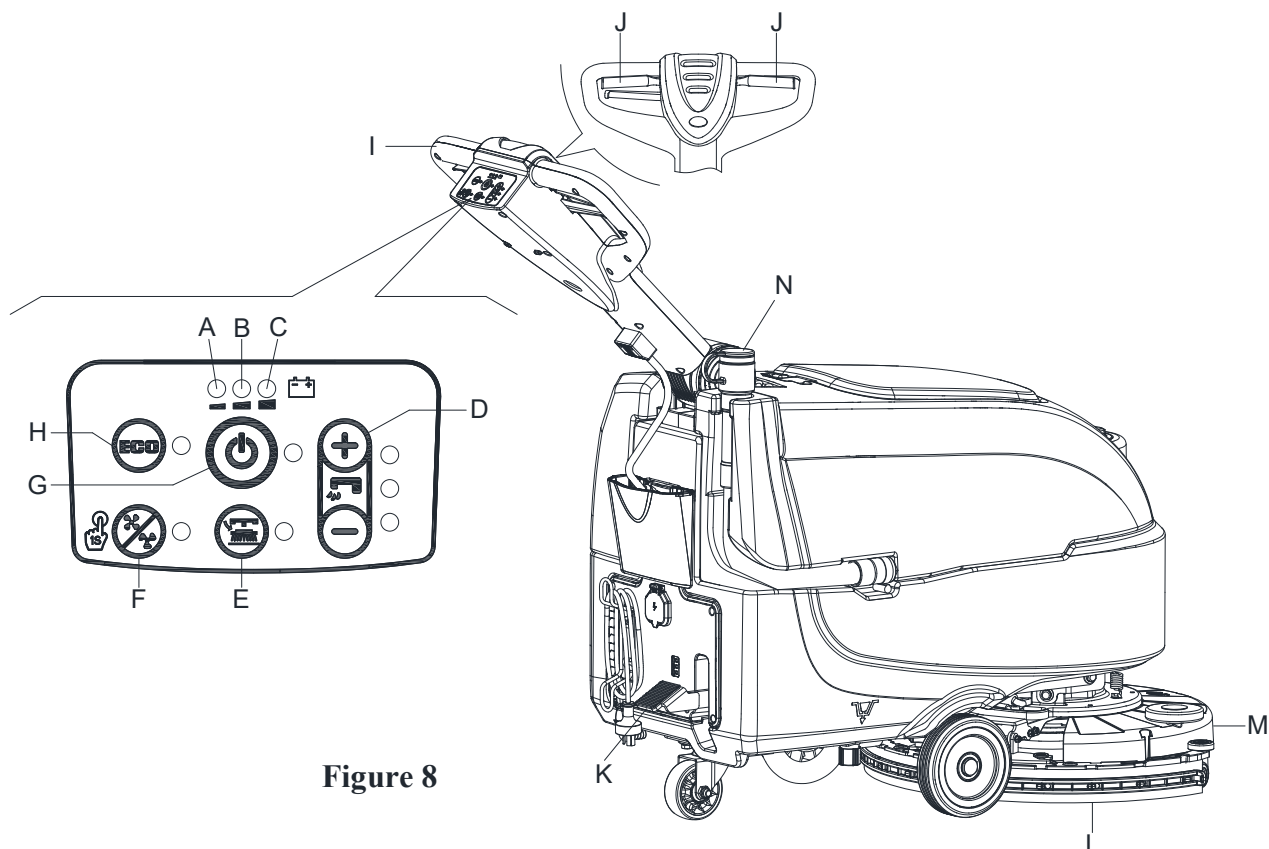
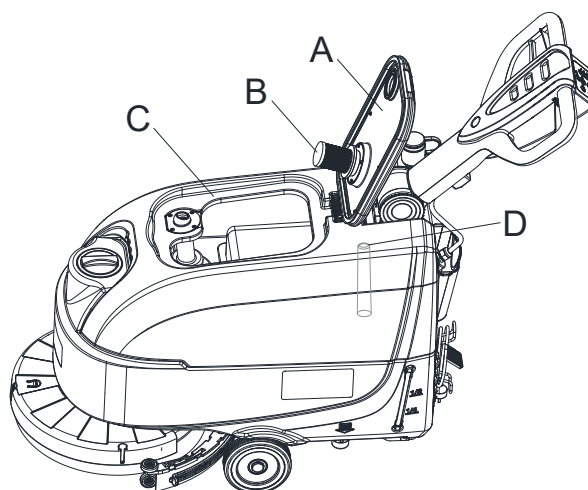

Figure 8
Figure 10
2. Poussez la machine jusqu'à la zone à nettoyer en laissant les mains sur le guidon (I, Figure 8).
3. Abaissez la tête de lavage (M, Figure 8) et la raclette (L) en soulevant la pédale (K).
4. Appuyez sur l'interrupteur de démarrage (G, Figure 8). Vérifiez que le voyant d'avertissement vert (C) s'allume (batterie chargée). Si le voyant d'avertissement jaune (B) ou rouge (A) s'allume, éteignez le commutateur d'alimentation (G, Figure 8) et chargez les batteries (voir la procédure au chapitre Entretien).
5. Appuyez sur les commutateurs de contrôle du débit d'eau de lavage (D, Figure 8) selon le type de nettoyage à effectuer.
6. Commencez le nettoyage en poussant la machine avec les mains sur le guidon (I) et en appuyant sur le levier du contacteur de sécurité (J).
2. Tout en gardant les deux mains sur le guidon, appuyez sur le levier du contacteur de sécurité (J, Figure 8), puis manœuvrez la machine et commencez à laver/sécher le sol.
Lorsque le témoin d'avertissement vert (C, Figure 8) reste allumé, les batteries permettent à la machine de fonctionner normalement. Lorsque le témoin d'avertissement vert (C) s'éteint et que le témoin d'avertissement jaune (B) s'allume, il est conseillé de charger les batteries, car la charge restante ne dure que quelques minutes (en fonction des caractéristiques de la batterie et du travail à effectuer). Lorsque le voyant d'avertissement rouge (A) s'allume, les batteries sont complètement déchargées. Au bout de quelques secondes, la tête de lavage est automatiquement éteinte.
Un système automatique de fermeture à flotteur (B, Figure 10) bloque le système d'aspiration lorsque le réservoir d'eau de récupération (C) est plein. La désactivation du système d'aspiration est indiquée par une augmentation soudaine de la fréquence du bruit du moteur du système d'aspiration, le sol aussi ne sera pas sec.
Si le système d'aspiration s'éteint accidentellement (par exemple, lorsque le flotteur est activé en raison d'un mouvement soudain de la machine), pour reprendre l'opération : mettez hors tension le système d'aspiration en appuyant sur l'interrupteur (G, Figure 8), puis ouvrez le capot (A, Figure 10) et vérifiez que le flotteur à l'intérieur de la grille (B) est descendu jusqu'au niveau d'eau. Fermez ensuite le couvercle (A) et mettez le système d'aspiration sous tension en appuyant sur le commutateur (G, Figure 8).
Lorsque le réservoir d'eau de récupération (C, Figure 10) est plein, le vider selon la procédure suivante.
2. Soulevez la tête de lavage (M, Figure 8) et la raclette (L) en appuyant sur la pédale (K).
4. Videz le réservoir d'eau de récupération à l'aide du flexible (N, Figure 8). Ensuite, rincez le réservoir de récupération (C, Figure 10) à l'eau claire.
5. Retirez le couvercle du réservoir de récupération (A, Figure 10) et nettoyez l'intérieur du couvercle et la grille du flotteur du filtre (B) à l'eau propre.
6. Vérifiez si le réservoir de récupération (D, Figure 10) présente un corps étranger et nettoyez-le.